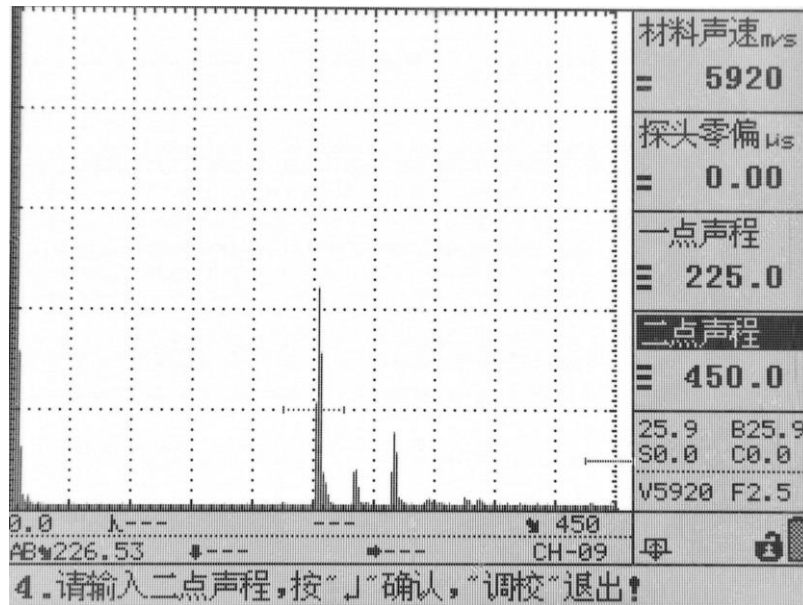
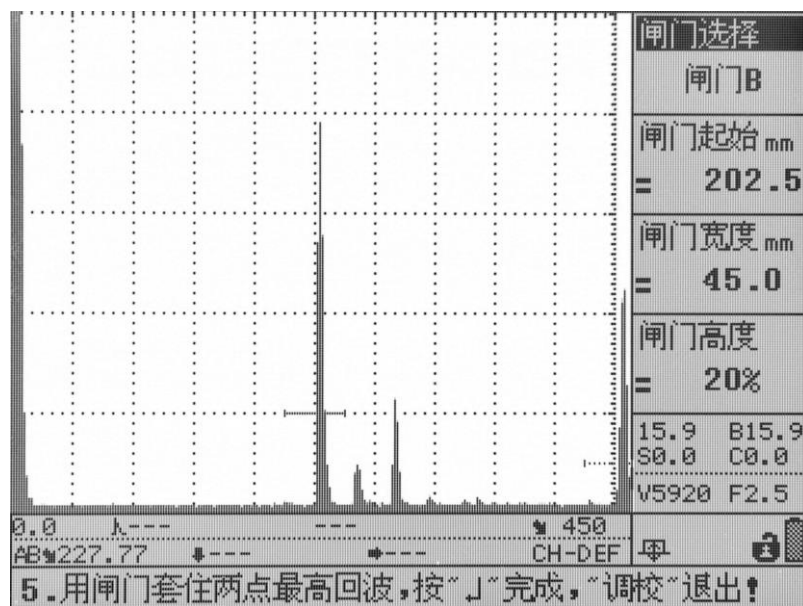

图 3.2
图 3.3
- 5) 将探头耦合到 CS-1-5 的标定试块上，设置接近的材料声速为 5920m/s，探头零偏采用默认值，一点声程设为 225mm,二点声程设为 450mm，如图 3.2 所示；单击“确认”键，此时发现两个闸门分别自动套住了两点的最高回波。如图 3.3 所示。单击“确认”键，自动校准完成。